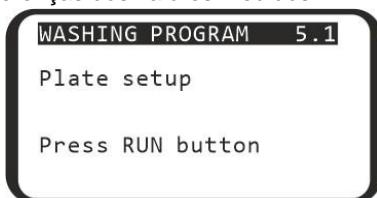

Figura 14. Configuração de placa
- Pressione a tecla **Enter ▼** no modo iniciar, então a tecla **Run/Stop**, e a seguinte mensagem aparece no display (figura 14).